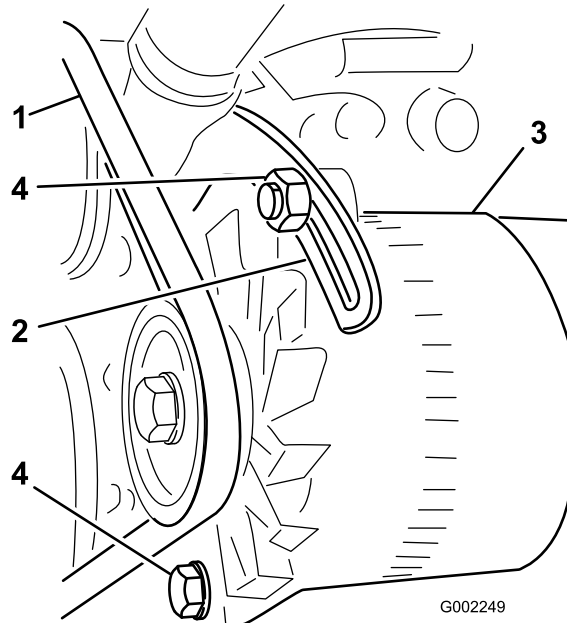

Figure 140
3. Desserrez le boulon sur le point de pivot de l'alternateur ; desserrez le boulon qui fixe l'alternateur au renfort fendu (Figure 140).